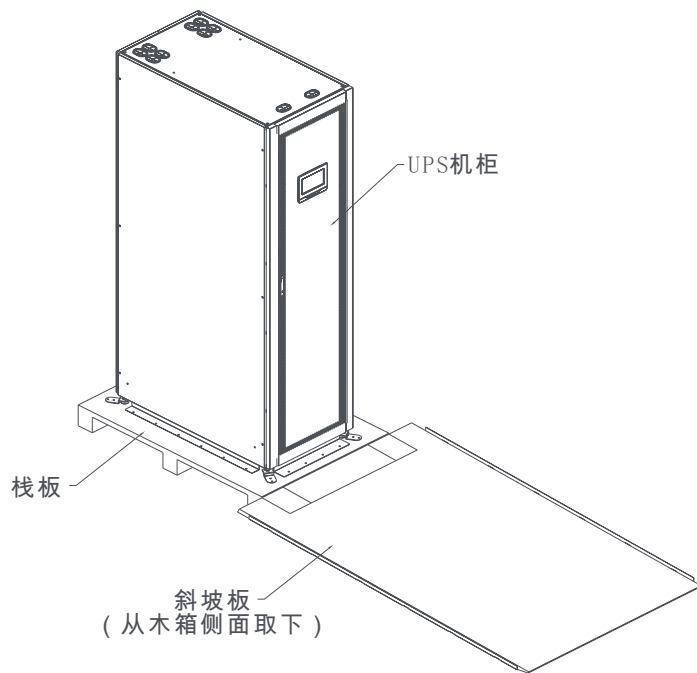

图 3-5. 将斜坡板放置在栈板前面
3. 将斜坡板（木箱的左侧板）放置在栈板前方（见图 3-5）。